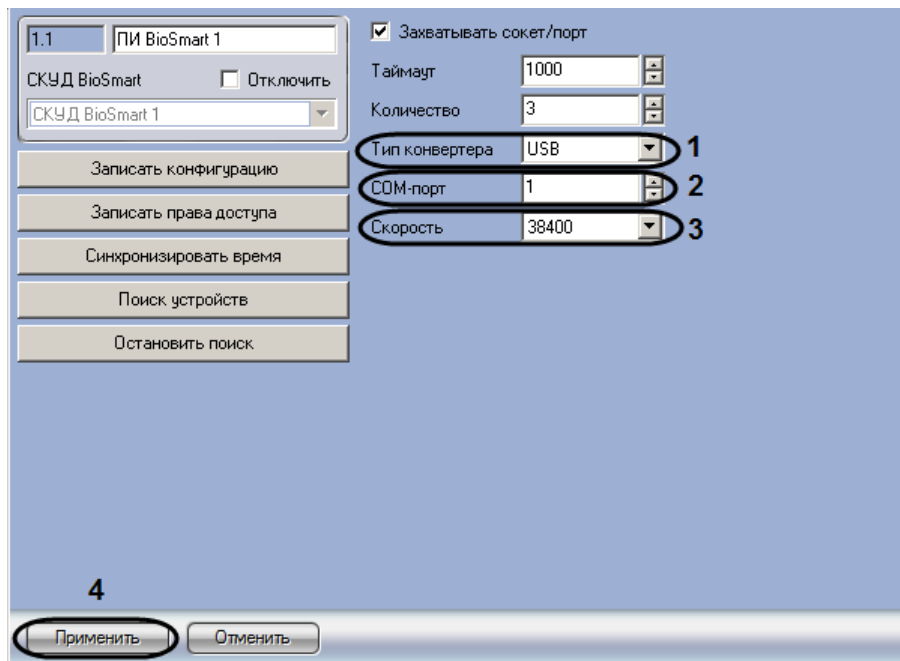

Рис. 3.3—3 Настройка подключения контроллеров BioSmart через конвертер USB-485
1. Перейти на панель настроек объекта **ПИ BioSmart** (Рис. 3.3—3).
2. Из раскрывающегося списка **Тип конвертера** выбрать значение **USB** (см. Рис. 3.3—3, 1).
3. В поле **COM-порт** ввести с помощью кнопок **вверх-вниз** номер виртуального COM-порта, используемого для подключения *СКУД BioSmart* (см. Рис. 3.3—3, 2).